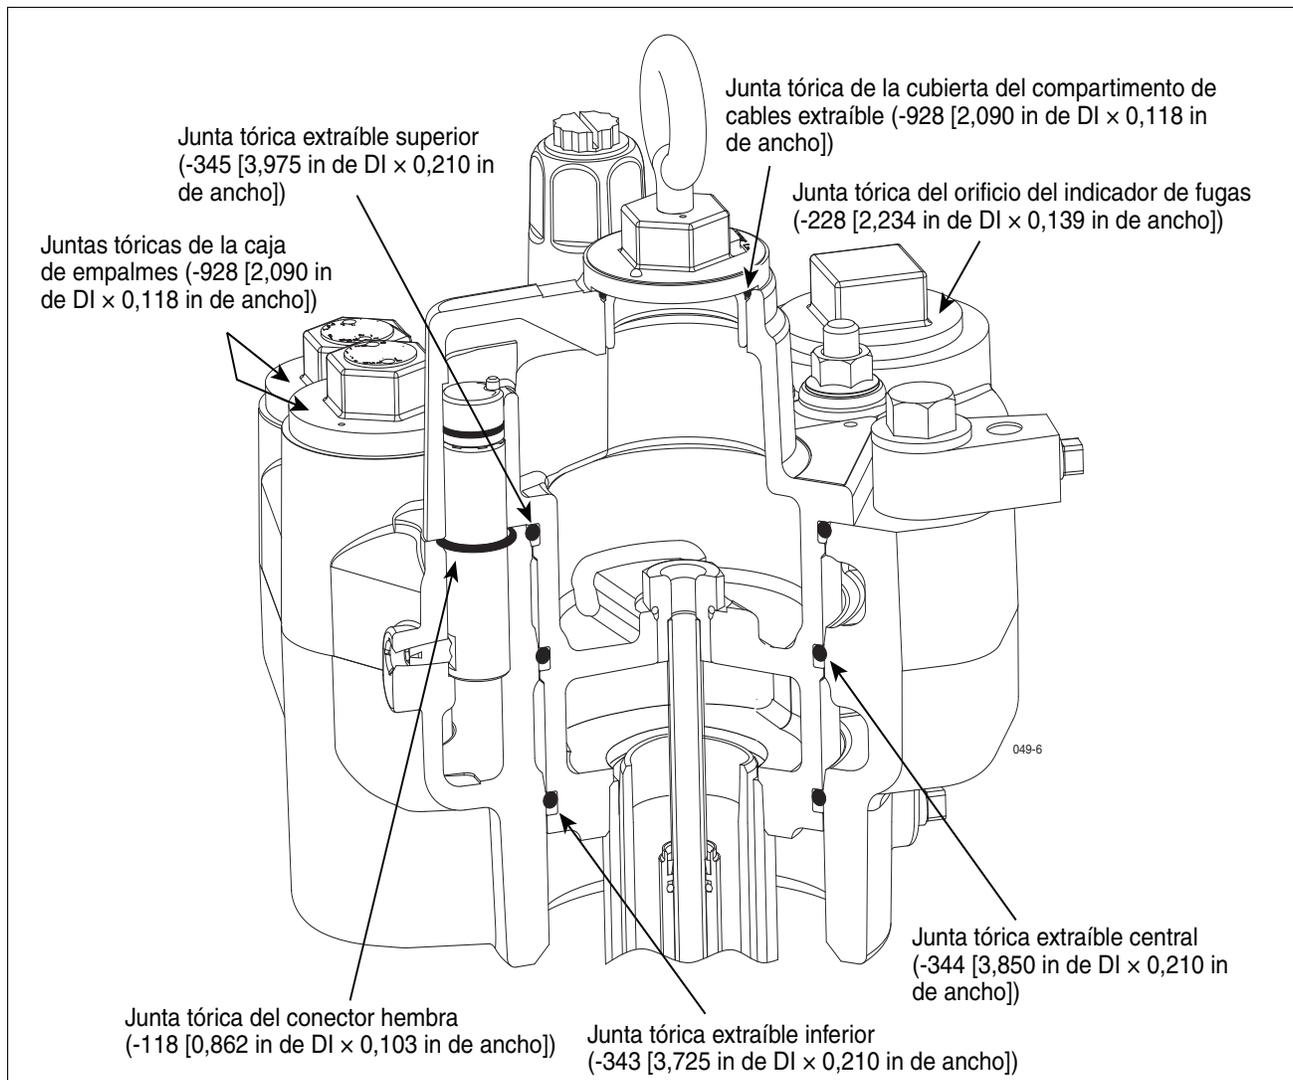

Figura 29. Ubicación de las juntas tóricas del empaquetador y distribuidor
12. Coja las tres juntas tóricas extraíbles (3,975 in de DI x 0,210 in de ancho [superior], 3,850 in de DI x 0,210 in de ancho [central] y 3,725 in de DI x 0,210 in de ancho [inferior]) del juego de piezas de sellado y ferretería. Las tres juntas tóricas tienen un tamaño muy similar, por lo que debe tener especial cuidado de distinguir las antes de volver a colocarlas en la unidad extraíble. Lubrique todas las juntas tóricas con vaselina y, a continuación, instélelas en las ranuras asignadas de la unidad extraíble (véase la Figura 29).
13. Quite la junta tórica del conector hembra del distribuidor (véase la Figura 29). Coja una junta tórica de 0,862 in de DI x 0,103 in de ancho del juego de piezas de sellado y ferretería y lubríquela con vaselina. Deslice la junta tórica por el conector hembra y empújela para meterla en su ranura.
21. Coja las tres juntas tóricas extraíbles (3,975 in de DI x 0,210 in de ancho [superior], 3,850 in de DI x 0,210 in de ancho [central] y 3,725 in de DI x 0,210 in de ancho [inferior]) del juego de piezas de sellado y ferretería. Las tres juntas tóricas tienen un tamaño muy similar, por lo que debe tener especial cuidado de distinguirlas antes de volver a colocarlas en la unidad extraíble. Lubrique todas las juntas tóricas con vaselina y, a continuación, instálelas en las ranuras asignadas de la unidad extraíble (véase la Figura 29 en la página 35).
22. Quite la junta tórica del conector hembra del distribuidor (véase la Figura 29 en la página 35). Coja una junta tórica de 0,862 in de DI x 0,103 in de ancho del juego de piezas de sellado y ferretería y lubriquela con vaselina. Deslice la junta tórica por el conector hembra y empújela para meterla en su ranura.